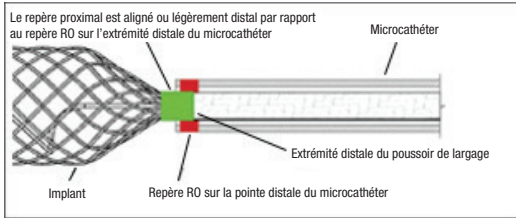

Figure 6 – Position des bandes repères pour le détachement
- Sous guidance radioscopique, faire avancer lentement l'implant hors de l'extrémité du cathéter. Continuer à faire avancer l'implant dans le site souhaité jusqu'à ce que le repère radio-opaque proximal de l'implant soit aligné ou légèrement distal par rapport au repère RO sur l'extrémité distale du cathéter, en positionnant la zone de détachement juste à l'extérieur de l'extrémité du cathéter. Voir la Figure 6. Repositionner si nécessaire. Si la taille de l'implant ne convient pas, retirer ce dernier et le remplacer par un autre dispositif. Si un mouvement indésirable de l'implant est observé sous radioscopie après la